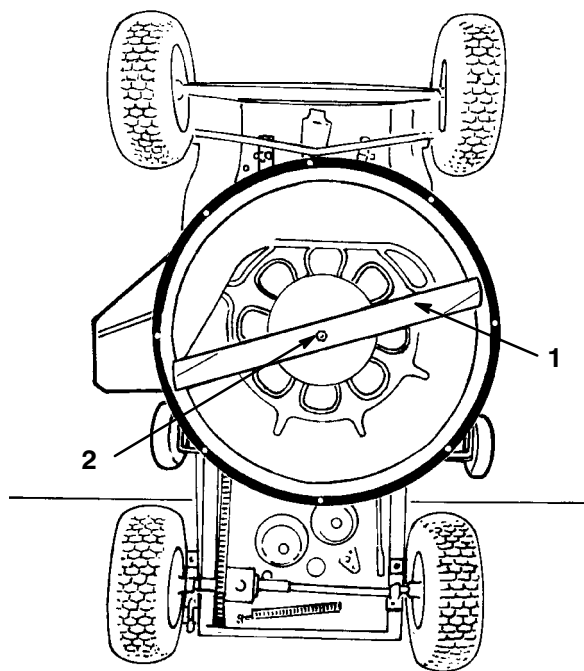

Figure 23
6. Tenez la lame à son extrémité avec un chiffon ou un gant épais, puis enlevez le boulon, la rondelle et la lame (Fig. 23). Pour enlever le boulon, bloquez éventuellement la lame en introduisant une cale en bois entre la lame et le carter de tondeuse.
1. Installez la lame, la rondelle et le boulon de fixation (Fig. 23).